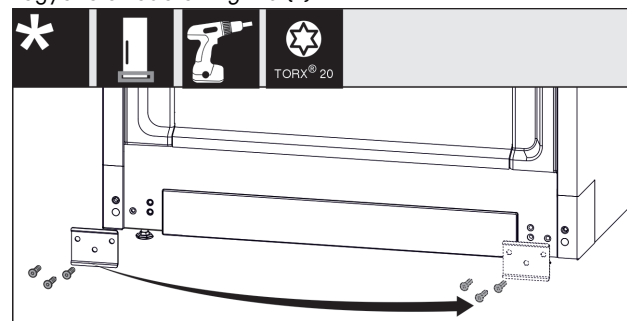

Fig. 21
- ▶ Csavarozza le a lemezt Fig. 21 (1), helyezze át a másik oldalra, és ismét csavarozza fel.